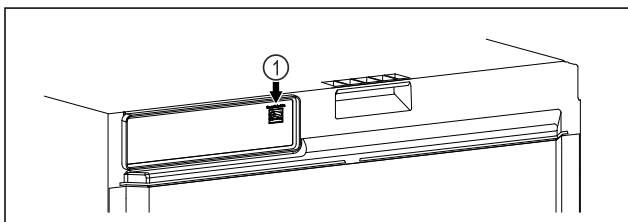

Fig. 105
- Използва се SmartModule Fig. 105 (1).